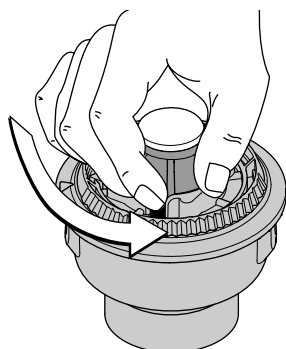

Fig. 23
Si le SpeedSpoolMD ne déroule pas le fil correctement, tirez fermement les extrémités du fil loin de la bobine (Fig. 23). Si cela ne suffit pas, suivez les instructions de *Nettoyage du SpeedSpoolMD*.
- Tenez la bobine extérieure et dévissez le bouton de butée à gauche (Fig. 23).